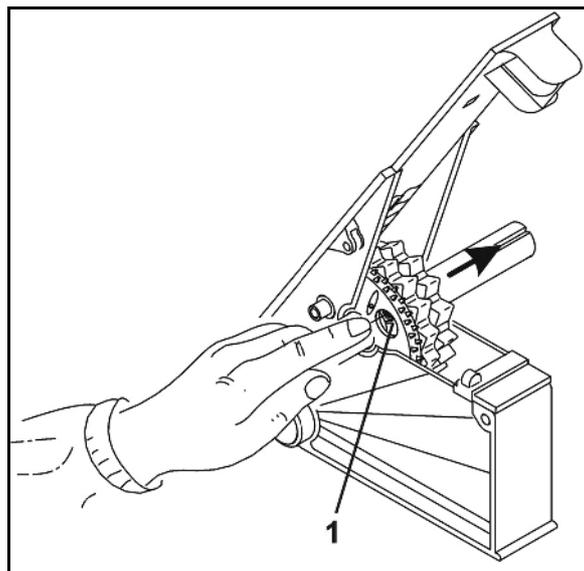

Fig. 23
1. actionnez le levier du variateur le nombre de fois nécessaire pour qu'apparaissent les perçages (Fig. 23/1) pratiqués dans les roues fines graines.